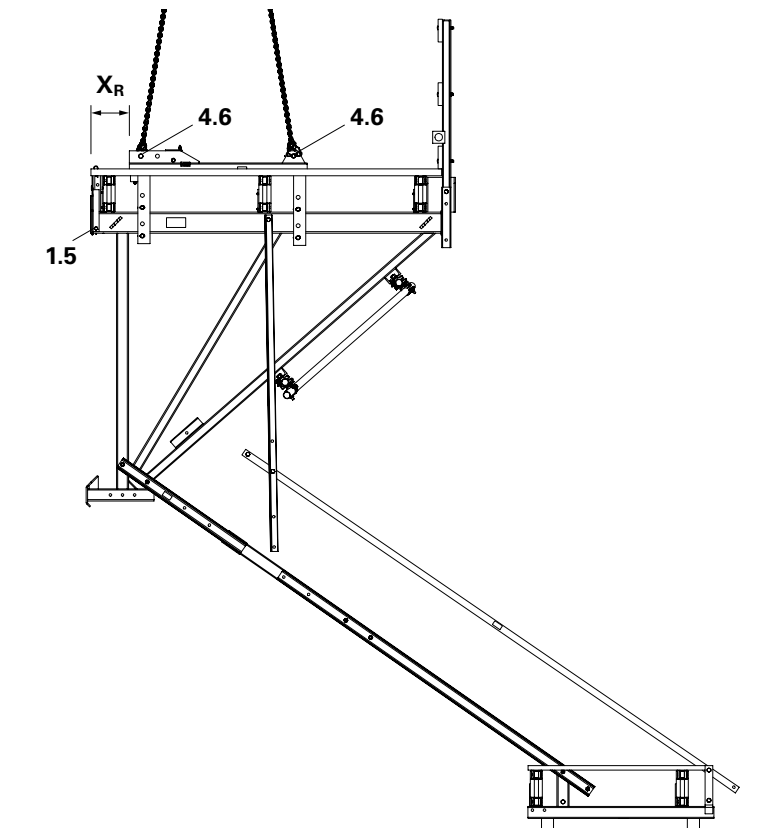

Fig. B1.45
5. Sollevare l'unità di piattaforma dall'ancoraggio e smontare la passerella inferiore. (Fig. B1.45)